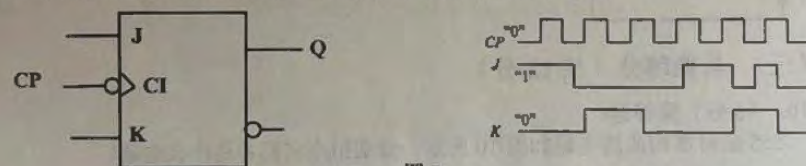

图 7
6. (5 分) 写出如图 7 所示电路中触发器的特性方程和时钟条件, 并画出在给定的输入电压波形下, 触发器输出的电压波形。设触发器的初始状态为 $Q=0$ 。